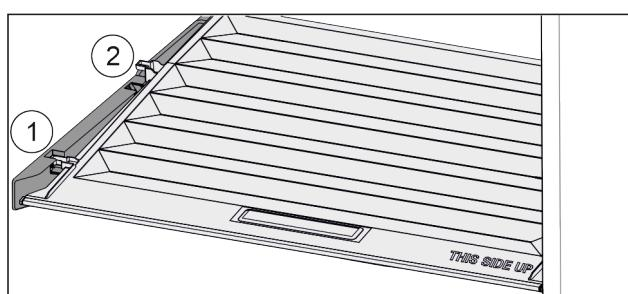

Fig. 32
- Veko potiahnite dopredu až k otvoru v prídržných dieloch Fig. 32 (1).
- Vzadu ho nadvihnite zospodu a zložte smerom nahor Fig. 32 (2).